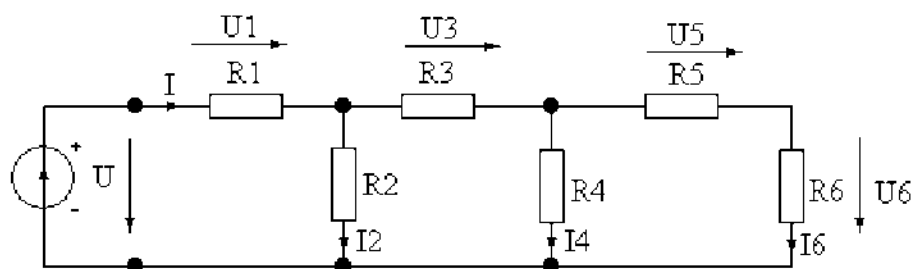

Рис. 1.7. Лестничная цепь
1. Используя заданные варианты схем и параметров рассчитать лестничную цепь (рис. 1.7), т.е. найти все токи и напряжения на элементах.